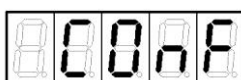

Рисунок 5
7. Нажать кнопку . На экране появится слово "COnF" (рисунок 5), информирующее о необходимости подтвердить пароль.